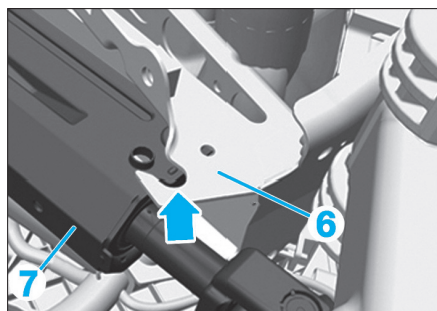

FIG. 11
- Abaisser la colonne de direction (7) puis l'extraire du palier (6) (Fig.11).